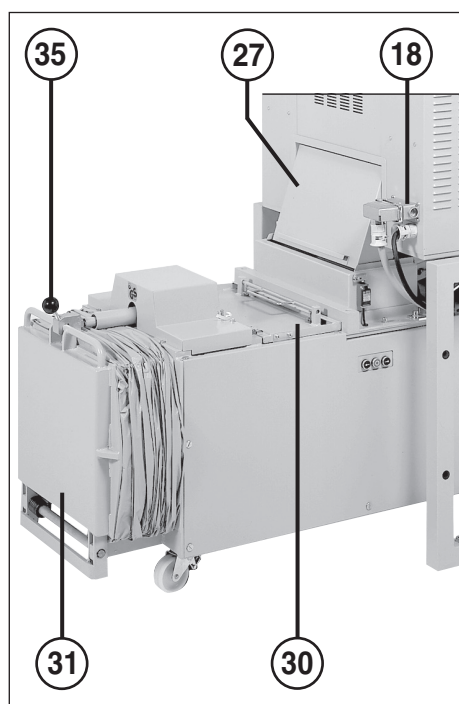

Fig. 2
Cuando el espacio detrás de la cinta transportadora está completamente lleno de material desmenuzado debido a una retención en la abertura de llenado del compactador, se desconecta la instalación debido a la chapaleta de descarga (27) (fig. 2) elevada.